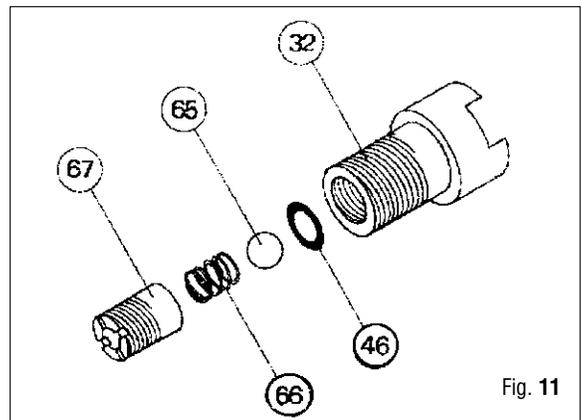
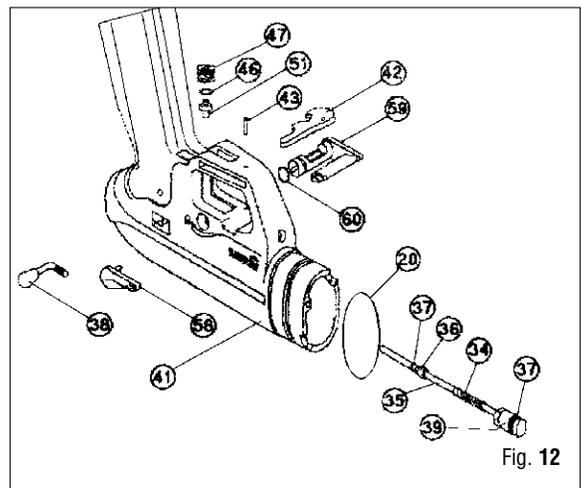

Fig. 11
Fig. 12
30. Con un destornillador cruciforme, quite el prensa OR (67) y el muelle (66) (Fig. 11).
31. Quite la esfera (65) del cuerpo de la válvula (32).
32. Extraiga el OR (46) del cuerpo de la válvula.
33. Desplace la empuñadura(41) hasta el final del cañón (26).
34. Quite el OR (37) del asiento (39) de la varilla de regulación (Fig. 12).
35. Con una llave de 7 mm destornille del cursor (38) la varilla de regulación (34-35-37-39).
25. Coloque el OR (46) en el asiento del cuerpo de la válvula de carga (32) con la herramienta (A-12) (Fig.11).
26. Centre la esfera (65) en el OR (46).
27. Coloque el muelle (66) en el interior del prensa OR (67).